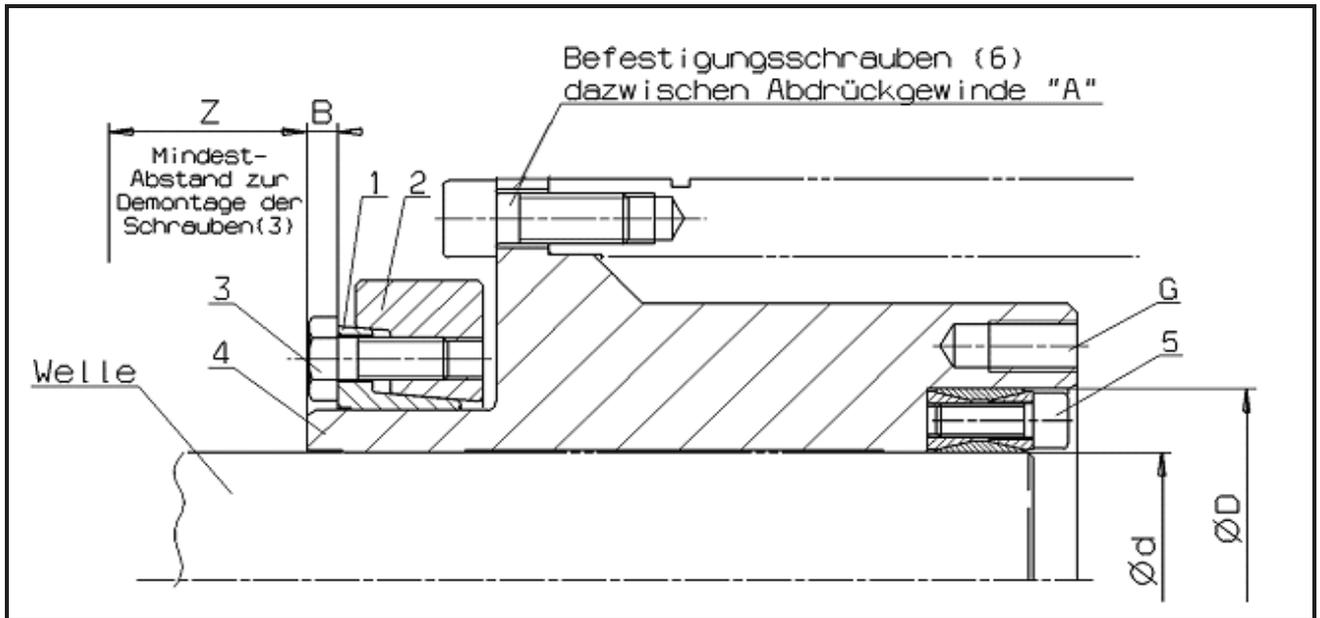

Bild 2.1
- Lösen Sie die Befestigungsschrauben (6).
- Ziehen Sie den Elektromotor von Spannsystem RTM 608 ab. Sie können dabei die Abdrückgewinde „A“ (siehe Bild 2.1 und Tabelle 2.1) zu Hilfe nehmen.
- Ziehen Sie die Zentrierbüchse (4) von der Welle ab. Sie können dabei die Abziehgwinde „G“ (siehe Bild 2.1 und Tabelle 2.1) zu Hilfe nehmen.